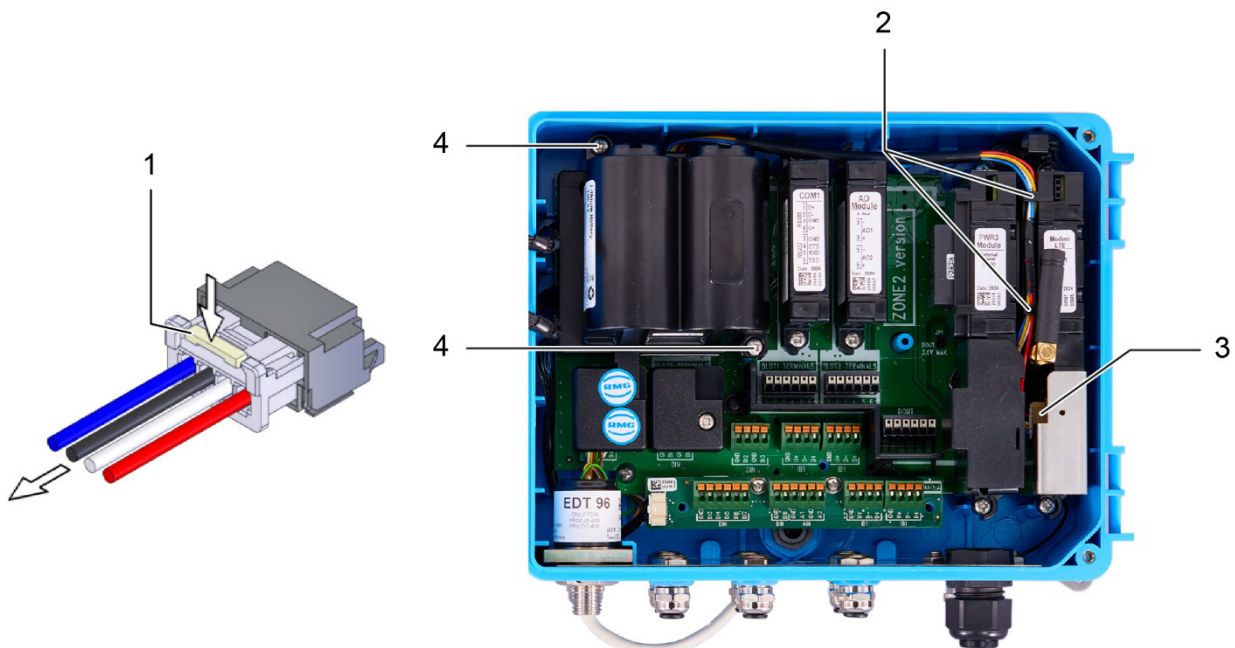

Abb. 57: Austauschen der Modembatterie
- Auf die Sperre (Abb. 57, Pos. 1) des Steckverbinders drücken und die Kabel vorsichtig herausziehen, um den Anschluss der Modembatterie (Abb. 57, Pos. 3) zu trennen.
- Die Batteriekabel von der Halterung (Abb. 57, Pos. 2) lösen.
- Die Befestigungsschrauben (Abb. 57, Pos. 4) der Modembatterie lösen.
- Die Kabel unter die Halterung (Abb. 57, Pos. 2) klemmen und den Steckverbinder anschließen (Abb. 57, Pos. 3).